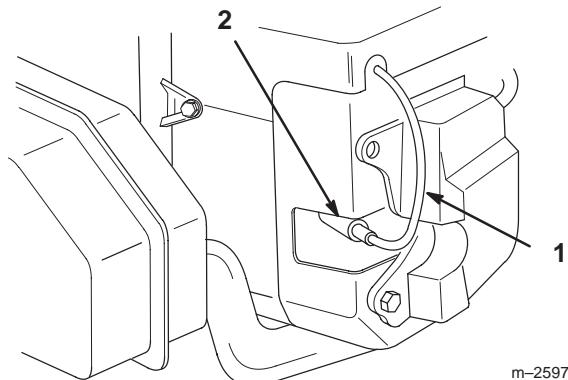

Bild 23
2. Ziehen Sie den/die Kerzenstecker von der(n) Zündkerze(n) (Bild 23). Reinigen Sie jetzt den Bereich um die Zündkerze(n), um zu verhindern, dass Schmutz in den Motor fallen und Schäden verursachen kann.
3. Drücken Sie den Kerzenstecker auf die Zündkerze(n) (Bild 23).